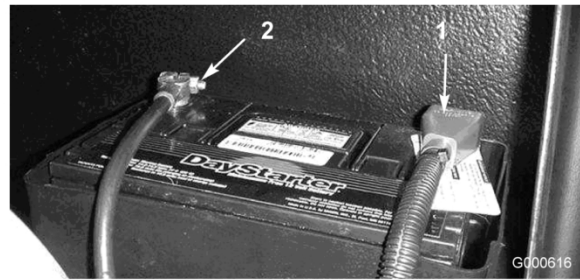

Bild 39
5. Klemmen Sie das Pluskabel (Rot) am Pluspol (+) der Batterie und das Minuskabel (Schwarz) am Minuspol (-) der Batterie an (Bild 39). Befestigen Sie die Kabel mit Kopfschrauben und Muttern an den Polen. Stellen Sie sicher, dass die Plusklemme (+) vollständig auf den Pluspol aufgezogen und das Kabel fest an die Batterie angeklemmt ist. Das Kabel darf die Batterieabdeckung nicht berühren. Ziehen Sie den Gummischuh über den Pluspol, um Kurzschlüssen vorzubeugen.